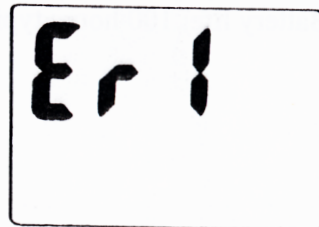

FIG 30
3. Display Er 1, Er 2, Er 3 and Er 4 with a beep as shown in Fig. 30: